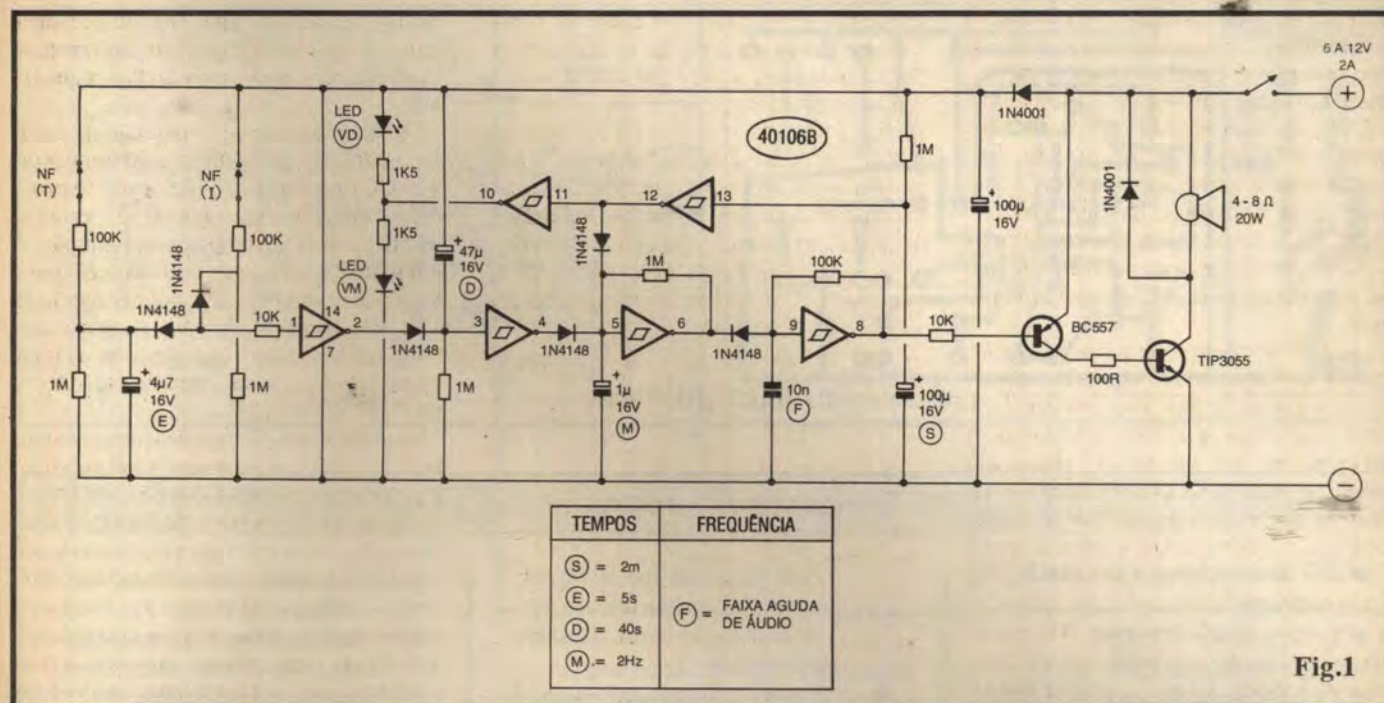

Fig.1
- **FIG. 1 - DIAGRAMA ESQUEMÁTICO DO CIRCUITO** - Para quem já conhecia o circuito da mencionada **MACARE**, o arranjo da **CARESE** é, realmente, de uma simplicidade fantástica, com uma brutal redução na quantidade de componentes ativos e passivos, e a eliminação do (caro...) relê interno, além da incorporação da sirene (item que na **MACARE** era externo, opcional...), como "compensação" pela necessidade de uma fonte externa (esta porém simples, podendo ser até uma unidade comercial, comprada pronta a baixo preço relativo...). Um único Integrado ("família" C.MOS) 40106, contendo seis *gates* simples inversores (com função *Schmitt Trigger*), realiza *todas* as principais funções moulares ativas do circuito, num aproveitamento super-inteligente das potencialidades do dito componente...! O primeiro *gate* (pinos 1-2) exerce a função de sensível "chave